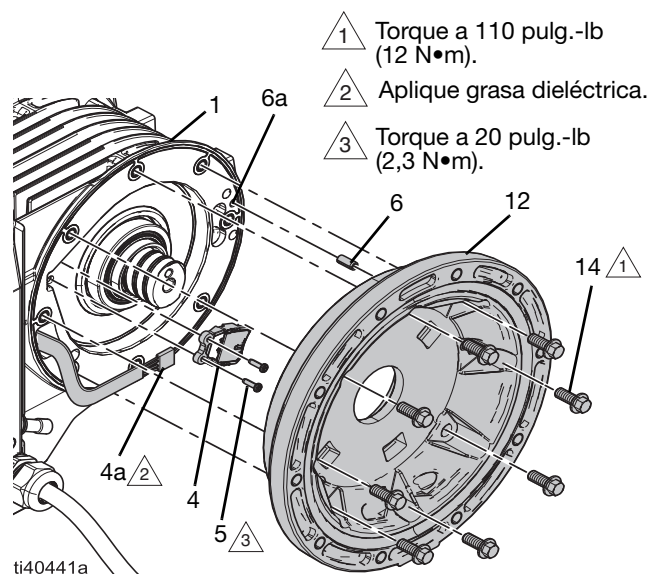
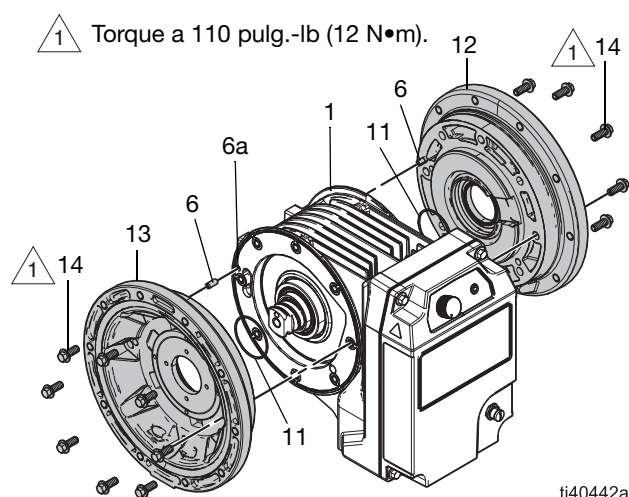

FIG. 12: Sensor del motor
FIG. 13: Sección central, lado de la carga
Ver FIG. 12.
Consulte FIG. 12 y FIG. 13.
2. Instale con cuidado la tapa del estator del lado del sensor (12):
- a. Instale el sello (11) en la tapa del estator (12).
- b. Alinee el pasador (6) en la tapa del estator (12) con el orificio del pasador (6a) en la carcasa del estator (1) e inserte suavemente la tapa del estator (12). Asegúrese de que la tapa del estator esté correctamente colocada en su lugar. Ver FIG. 12.
Consulte FIG. 12 y FIG. 14.
4. Instale el sello (47) en el núcleo (8).
5. Ensamble el otro sello (11) al núcleo (8).
6. Instale la tuerca de precarga y el núcleo (9, 8) en la tapa del lado de carga (13):
- a. Aplique antiadherente a las roscas del cubo (8).
- b. Enrosque el núcleo de precarga (8) en la tapa del estator del lado de carga (13). Asegúrese de que los labios del núcleo de precarga (8) miren hacia el centro del rotor (7).
- c. Haga girar el núcleo (8) hasta que el sello (47) toque el orificio de la tapa (13).
- d. Instale la tapa del estator del lado de la carga (13) en la carcasa del estator (1). Instale el sello (11) en la tapa del estator (13). Ver FIG. 13.
- e. Alinee el pasador (6) en la tapa del estator (13) con el orificio del pasador (6a) en la carcasa del estator (1) e inserte suavemente la tapa del estator (13). Asegúrese de que la tapa del estator esté correctamente colocada en su lugar. Ver FIG. 13.
- f. Instale los sujetadores (14) en la tapa del estator (13). Torque a 110 pulg.-lb (12 N•m). Consulte **Instrucciones de torque**, página 38.
- g. Inserte la herramienta de instalación del núcleo de precarga en el núcleo de precarga (8).
- h. Use una llave adecuada de la herramienta de instalación del núcleo de precarga para apretar el núcleo de precarga (8) a 20 libras pie (27 N•m).